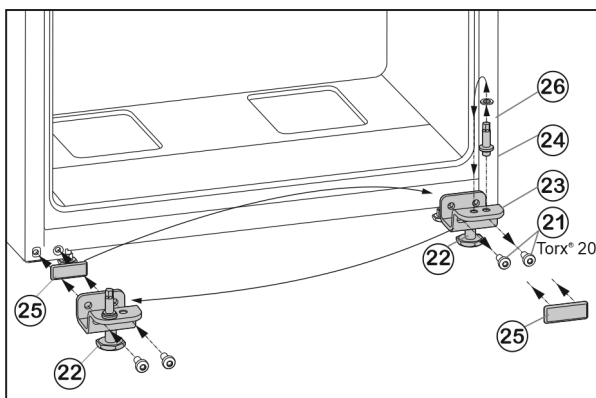

Fig. 7
- ▶ Викрутіть гвинти кріплення Fig. 7 (21).
- ▶ Зніміть нижній опорний кронштейн Fig. 7 (23) разом із гвинтом Fig. 7 (24), шайбою Fig. 7 (26) та установочною ніжкою Fig. 7 (22).
- ▶ Відкрутіть гвинт Fig. 7 (24) разом із шайбою Fig. 7 (26), переставте їх у протилежний отвір опорного кронштейна та знову закрутіть.
- ▶ Обережно зніміть кришку Fig. 7 (25) і переставте її на протилежний бік.
- ▶ Знову прикрутіть нижній опорний кронштейн Fig. 7 (23) разом із гвинтом Fig. 7 (24), шайбою Fig. 7 (26) та установочною ніжкою Fig. 7 (22) на новий бік шарніра (**з моментом 4 Нм**), у разі необхідності скористайтеся пристроєм для електричного закручування гвинтів.
- ▶ Встановіть дверцята зверху на опорний гвинт Fig. 7 (24).
- ▶ Викрутіть установочну ніжку Fig. 7 (22) на нижньому опорному кронштейні Fig. 7 (23), доки він не буде опиратися на підлогу.